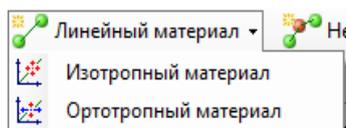

Рисунок 2.313 Список линейных материалов
- **Линейный материал** (кнопка  в редакторе материалов). В списке **Линейный материал** приведены стандартные типы линейных материалов (рисунок 2.313). Переход непосредственно к необходимому типу материала осуществляется одним щелчком мыши по выбранному элементу списка;